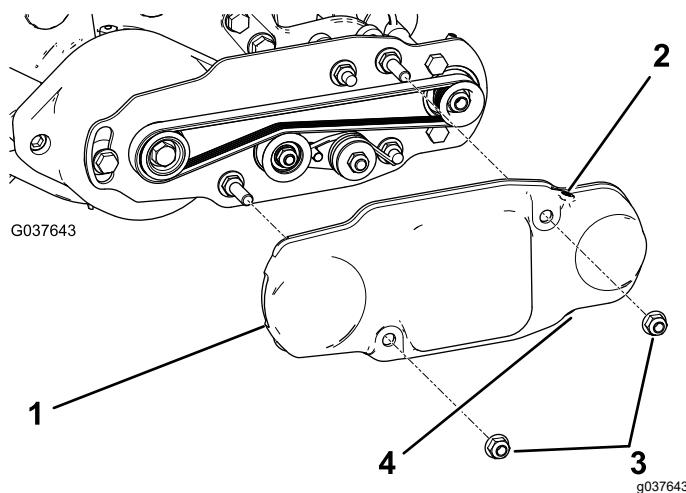

Bild 18
2. Schieben Sie die Riemenabdeckung auf die Befestigungsschrauben und befestigen Sie die Abdeckung mit zwei Bundmuttern (Bild 18).
3. Stellen Sie sicher, dass die obere Stellschraube eingesetzt ist; entfernen Sie die untere Stellschraube für die Entwässerung und werfen sie weg (Bild 18).